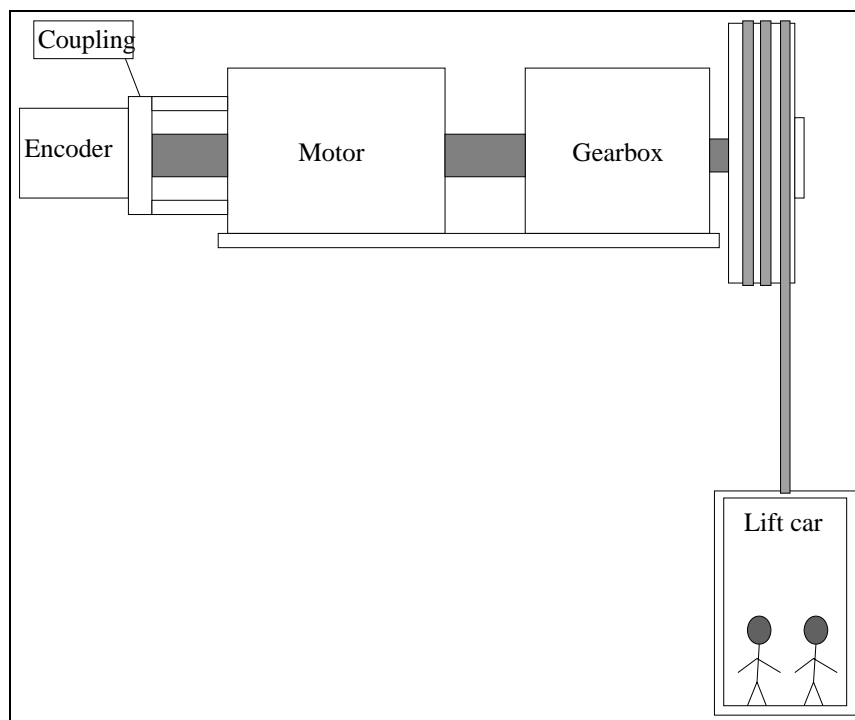

图 30 编码器与电机连接
- 编码器需直接安装在电机轴上。这一点对编码器完成正确功能非常重要。编码器必须与电机同轴。见图 30。